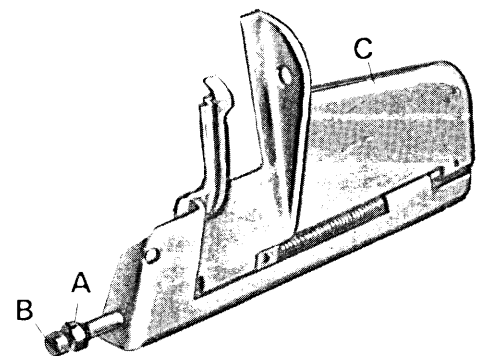

fig. 14
f) Regolazione dello sportello anteriore (fig. 14)